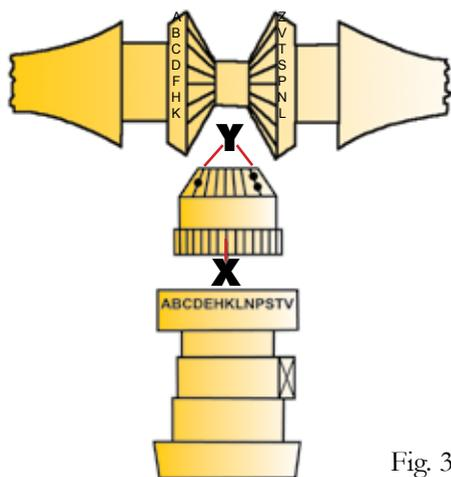

Fig. 3
Le réglage du pas s'effectue au moment du montage de l'hélice sur l'arbre. Pour le montage, vous devez utiliser les lettres et repères montrés dans le tableau figure 3. La même hélice peut être utilisée pour une rotation droite ou gauche.
C. Insérez le pignon conique central (6) dans son logement sur le moyeu (1). Positionner la dent marquée par une entaille sur le dessous en face de la lettre correspondant à l'angle voulu, représenté par le "X" sur la figure 3.